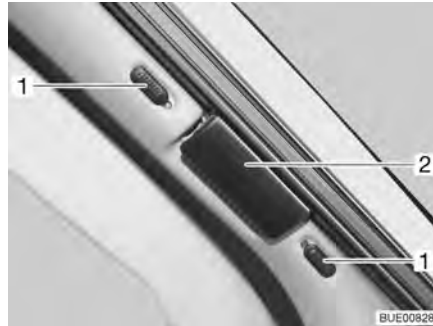

Fig. 20 Dispositif occultant plissé pour le pare-brise
- Pousser les deux moitiés du dispositif occultant plissé pour le pare-brise par la poignée (Fig. 20,2) à fond vers l'extérieur.
- Pousser les boutons de verrouillage (Fig. 20,1) vers le bas ou vers le haut. Si le point rouge est visible, le dispositif de verrouillage est ouvert.